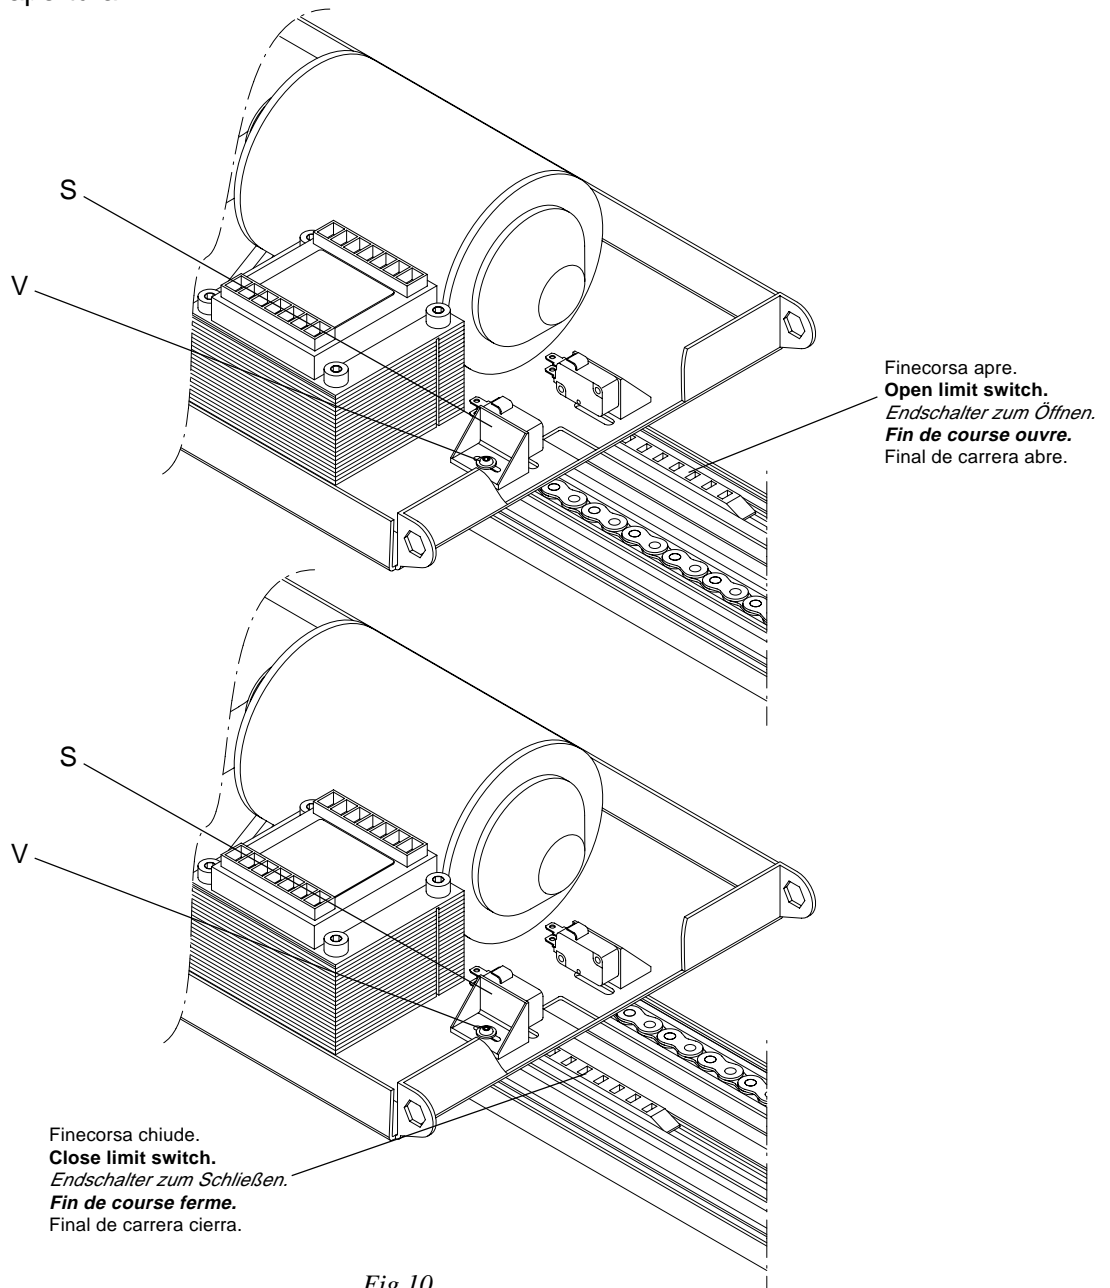

Fig.10
Arrestare la porta circa 2cm prima della totale chiusura ed inserire la piastrina nella catena a filo della lamiera come in fig.10. Effettuare la regolazione millimetrica allentando la vite V e traslando il supporto micro S. Ripetere l'operazione in apertura.
**Stop the door at about 2cm before its complete closure. Introduce the plate in the chain placed along the sheet metal, as shown in the fig.10. Carry out the fine adjustment of the limit switch by loosening the screw V and moving the micro S support. Repeat this operation in the opening phase.**
*Die Tür 2cm vor der vollkommen geschlossenen Position anhalten und das Plättchen in die Kette am Blechrand, wie in der Abb.10 gezeigt, stecken. Die millimetergenaue Einstellung vornehmen; dazu die Schraube V lockern und die Halterung des Mikroschalters S verschieben. Dasselbe in der offenen Position vornehmen.*
**Arrêter la porte 2cm environ avant sa fermeture totale et introduire la platine dans la chaîne au ras de la tôle comme indiqué dans la fig.10. Effectuer le réglage millimétrique en desserrant la vis V et en déplaçant par translation le support du micro S. Répéter l'opération en ouverture.**
Detener la puerta unos 2cm antes del cierre total e introducir la placa en la cadena a ras de la plancha, como mostrado en la fig.10. Efectuar el ajuste milimétrico aflojando el tornillo V y desplazando el soporte micro S. Repetir la operación en apertura.